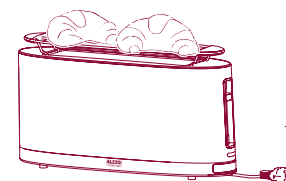

Fig. 11
- 2 Mettete non più di due pezzi alla volta nella parte centrale della griglia scaldabrioche. (fig. 11).